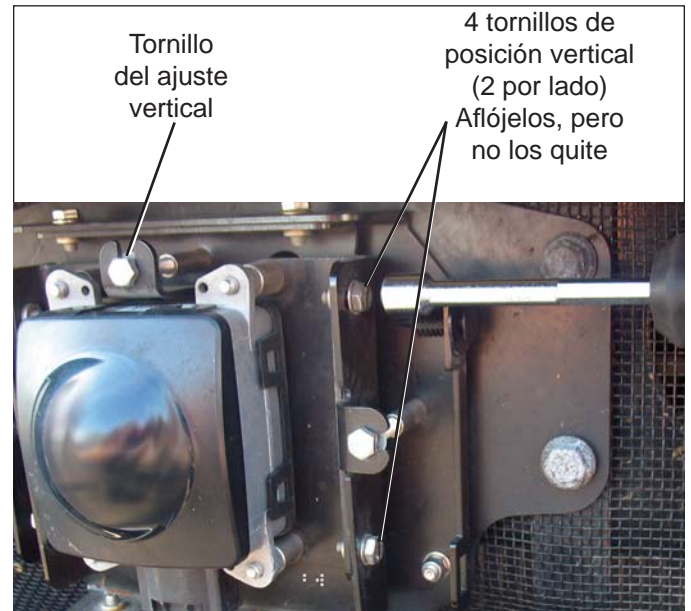

FIGURA 31 – AJUSTE VERTICAL
1. Con la herramienta de alineación Bendix todavía en su sitio, afloje los cuatro tornillos de posición vertical. **NO** quite los tornillos. *Consulte la figura 31.*